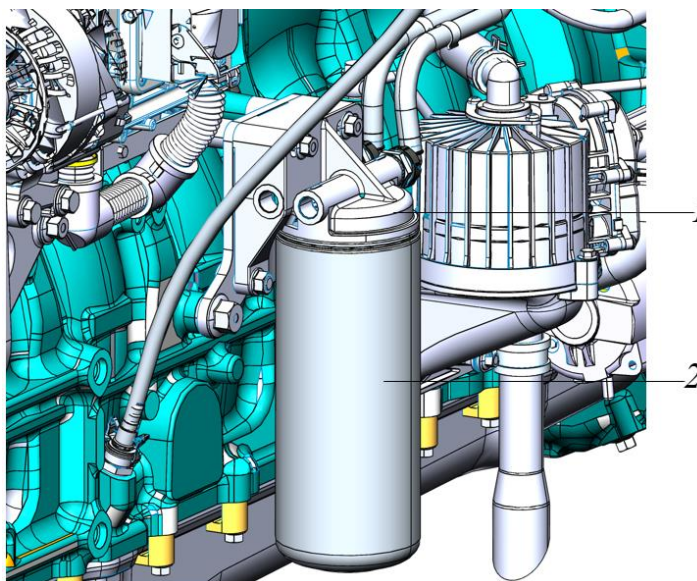

Рисунок 5.56. Размещение фильтра тонкой очистки на двигателе
- ▶ Разместить подготовленную емкость  под топливным фильтром 2, рис. 5.56. Корпус фильтра очистить от пыли и грязи, используя сжатый воздух, чистую ветошь.